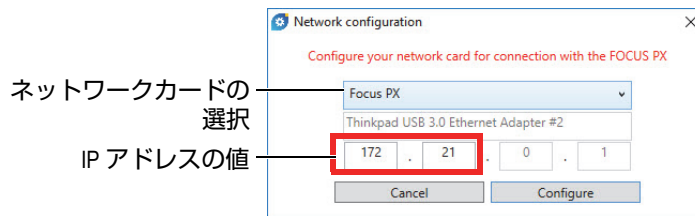

図 5-3 構成するネットワークカードの選択
4. [Network configuration (ネットワーク構成)] ダイアログボックスで、FOCUS PX の通信に使用するネットワークカードを選択します (図 5-3 ページの 25 を参照)。
| 図 5-3 | 構成するネットワークカードの選択 | 25 |